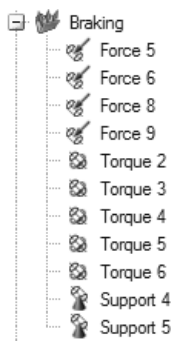

图 7-8
4) 单击制动载荷工况旁边的  图标，显示该载荷工况中的所有载荷和固定约束，如图 7-8 所示。